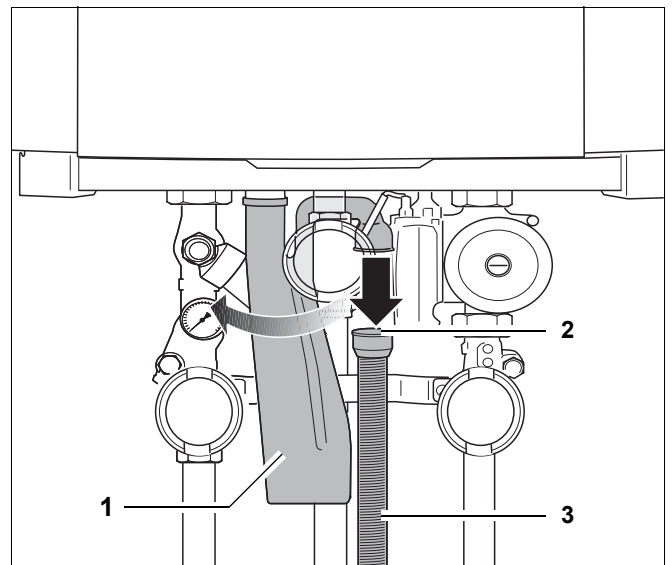

Fig. 117 Desfaceți furtunul ondulat
- Desfaceți furtunul ondulat (Fig. 117, **poz. 3**) cu manșeta de cauciuc (Fig. 117, **poz. 2**) de la sifon (Fig. 117, **poz. 1**).
- Rotiți sifonul cu un sfert de rotație împotriva sensului acelor de ceasornic (Fig. 117).